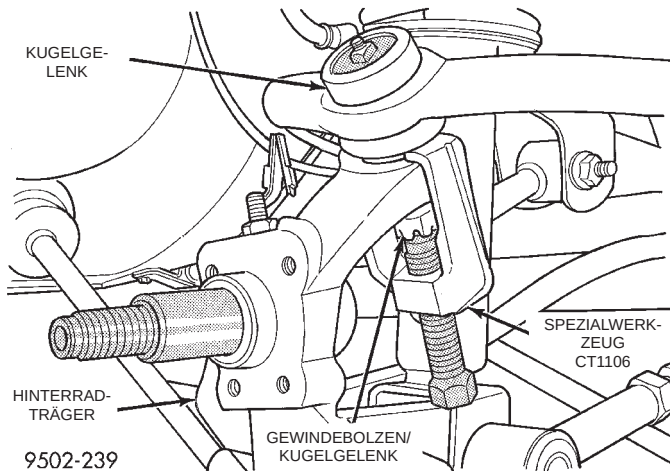

Abb. 24 Gewindebolzen des Kugelgelenks vom Hinterradträger abbauen
(6) Nur auf der Seite, auf der der Querlenker ausgebaut werden muß, das Kugelgelenk des Querlenkers gemäß folgender Anleitung vom Hinterradträger lösen.
- Den Gewindebolzen des Kugelgelenks mit Abzieher CT-1106 herausziehen (Abb. 24). Vor der Montage des Abziehers die Kronenmutter auf den Gewindebolzen schrauben, um das Gewinde zu schützen.